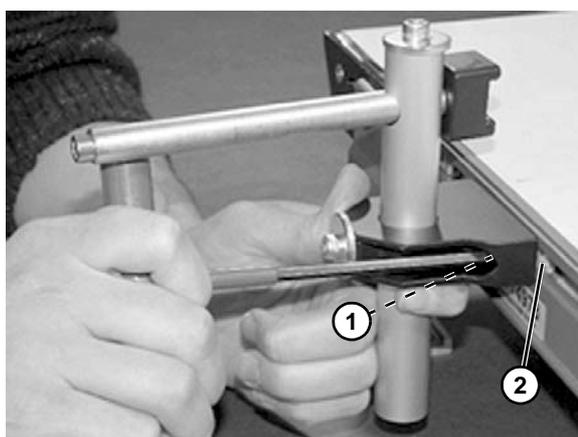

Figure 20
2. Serrer les vis (**Figure 20, élément 1**) en s'assurant que l'écrou en T (**Figure 20, élément 2**) tourne et s'engage dans l'encoche en T.